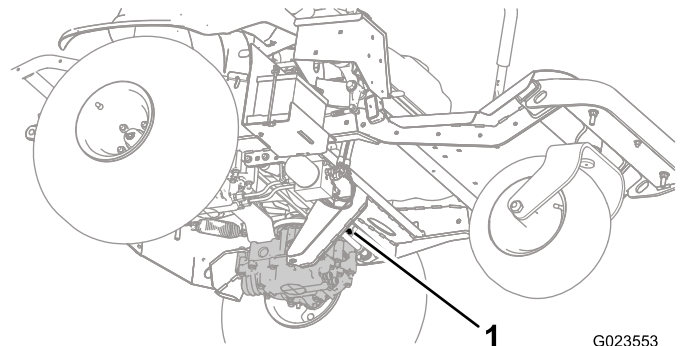
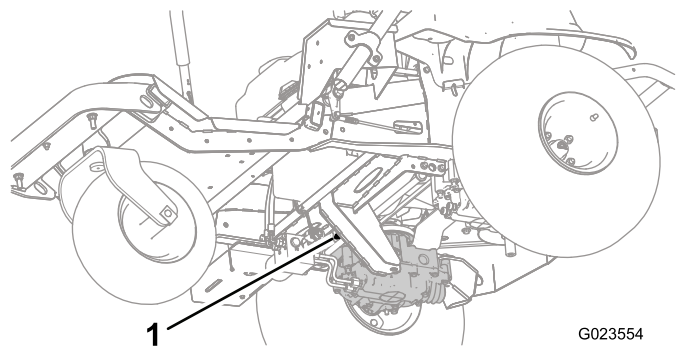
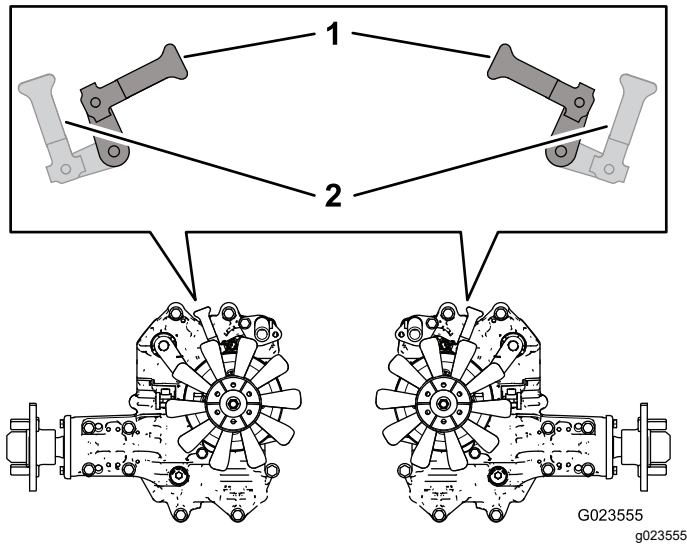

Figura 23
Figura 24
Figura 25
2. Desde debajo de la máquina, gire las palancas de las válvulas de desvío (Figura 23 y Figura 24) hacia dentro, orientadas hacia el centro de la máquina (Figura 25), y quite el freno de estacionamiento; consulte Uso del freno de estacionamiento \(página 22\).
3. Cuando haya terminado de empujar o remolcar la máquina, mueva las palancas de las válvulas de desvío hasta que estén orientados hacia la parte delantera de la máquina, para poder conducir la máquina (Figura 25).